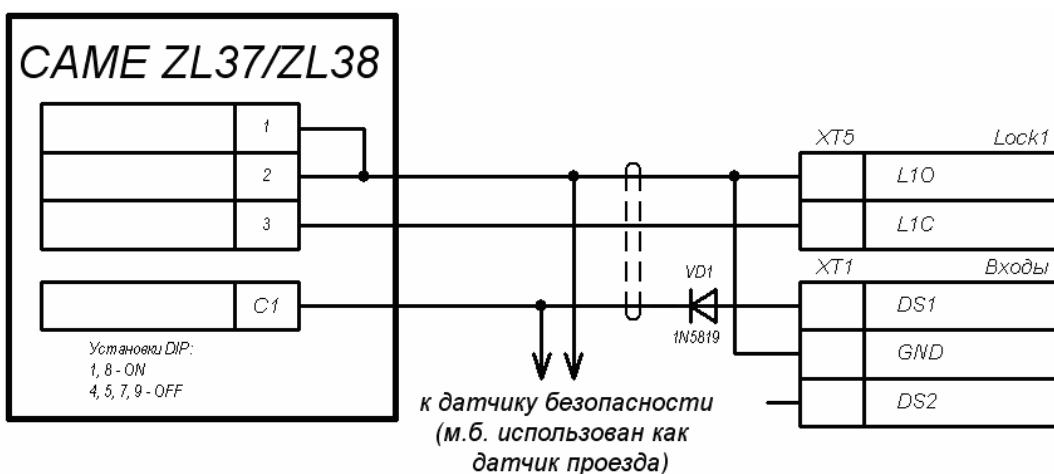

Рисунок 6. Схема подключения шлагбаума САМЕ с блоками управления ZL37/ZL38 к контроллеру автотранспортной проходной
- Схема подключения шлагбаума *CAME* с блоками управления *ZL37/ZL38* представлена на рис. 6.